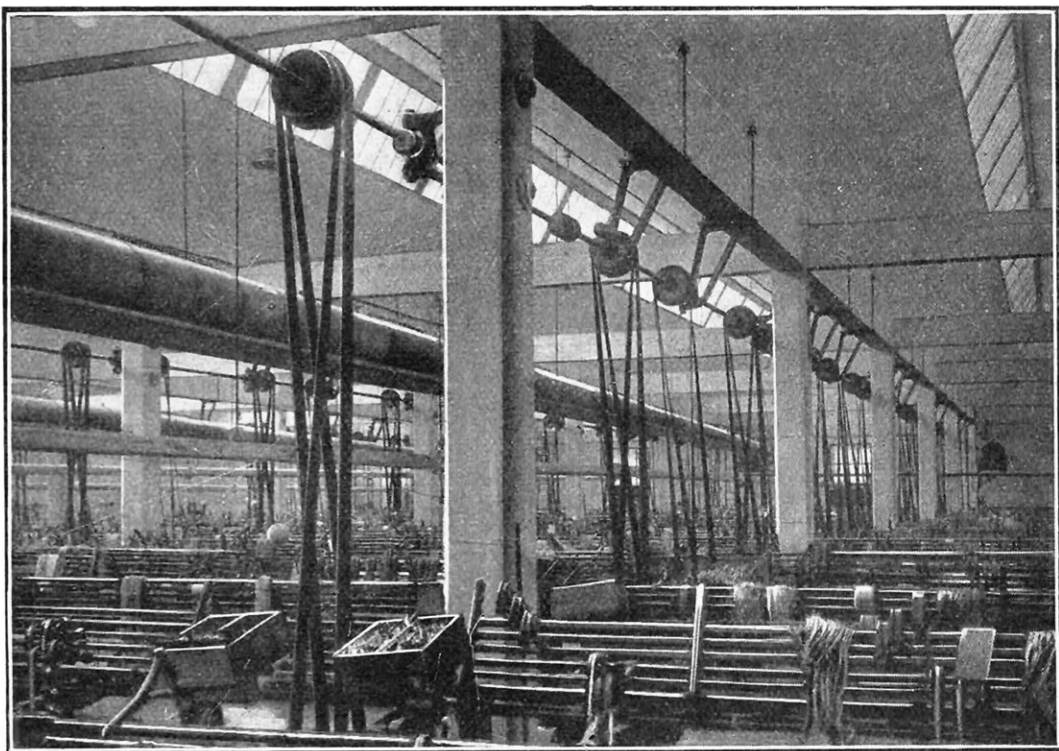

FIG. 1. — SALLE DES MÉTIERS A TISSER DÉPENDANT DU NOUVEAU TISSAGE DE CHAGEY, DANS LA HAUTE-SAVOIE
**D**ANS les filatures et les tissages du Nord de la France, dévastés par les Allemands et en voie de reconstruction, la plupart des métiers et principalement ceux dits *continus* sont conduits individuellement par des moteurs électriques généralement à courant continu. Nous allons indiquer comment ils fonctionnent pour transformer aisément l'énergie électrique en puissance mécanique (fig. 1 et 10).